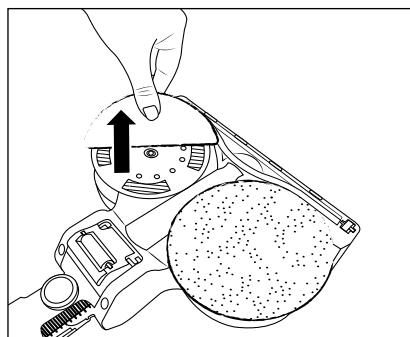

Abb. 17
- ♦ Um ein Wischpad ⑨ vom Wischaufsatz ① zu entfernen, fassen Sie es mit den Fingern und ziehen Sie es nach oben vom Wischauf-satz ① ab (siehe Abb. 17).